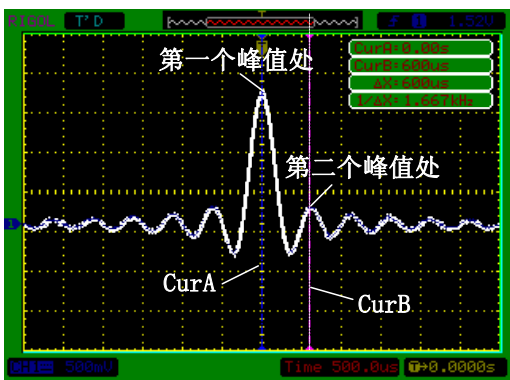

图3-5-24 测量Sinc信号第一个波峰的频率
- 4) 如图 3-5-24 所示，按 4 号菜单操作键，激活光标 CurA，转动  将光标 A 移动到  $Sinc$  波形的第一个峰值处。